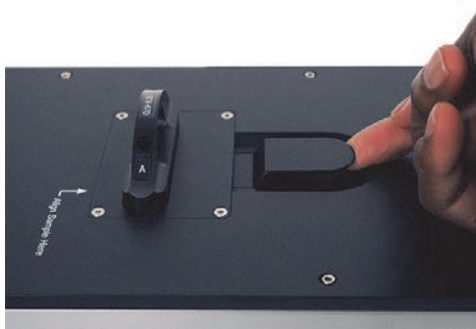

Figura 3-9 Sblocco del portacampione
1. Sollevare il dispositivo di blocco-sblocco per sbloccare il portacampione (vedi Figura 3-9 a pagina 51).